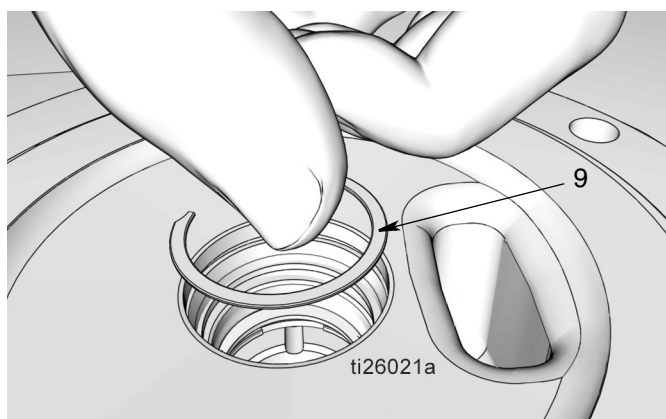

FIG. 39
- j. Installare la clip (9) (FIG. 39). Si deve avvertire un "clic" quando la clip di fissaggio viene correttamente inserita nella scanalatura.